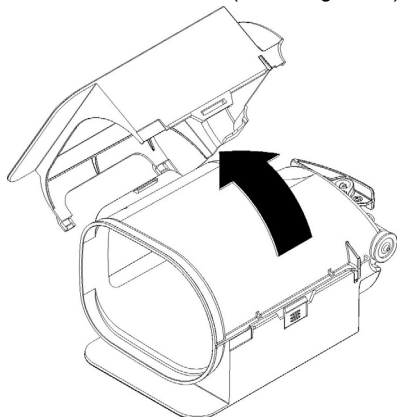

figura 10
**2** Rimuovere la parte sinistra del recover e successivamente la destra. (vedere figura 10).